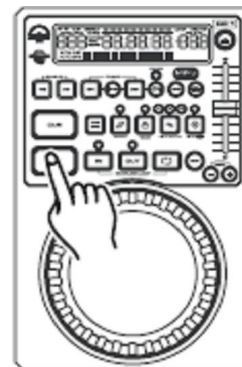

Figure 10
3. WIEDERGABE STARTEN – Abbildung 10
6. PAUSE – Abbildung 10
Mit dieser Funktion können Sie Frame für Frame durch die Wiedergabe scrollen, um den korrekten Cue Point oder den Startpunkt einer Wiederholungsschleife zu finden. Für die Scrollfunktion müssen Sie sich im Cue- oder Pausenmodus befinden. Drehen Sie nun das *JOG WHEEL (12)*, um durch den Track zu scrollen (Abbildung 12). Mit Rechtsdrehung gehen Sie im Track vorwärts, mit Linksdrehung rückwärts. Bei der Benutzung des *JOG WHEELS (12)* können Sie mit der Monitorfunktion (Kopfhörerpegel) mithören. Beim Erreichen des gewünschten Startpunkts stellen Sie einen Cue Point mit *WIEDERGABE/PAUSE (15)* ein, wie in Abbildung 10 dargestellt. Tastendruck auf die *CUE-TASTE (17)* bringt Sie nun zum gerade eingestellten Cue Point zurück.